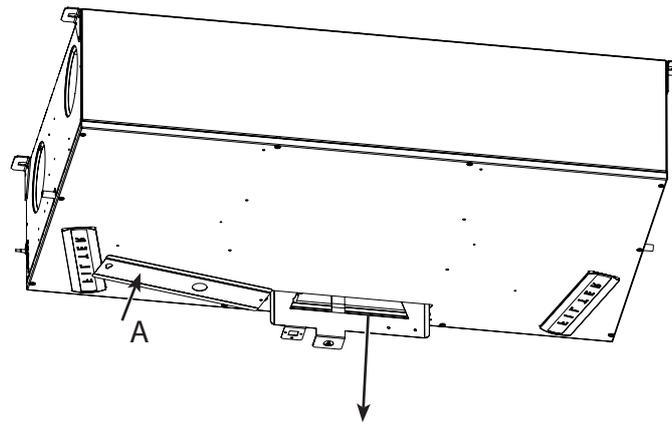

Fig. 22
Die integrierte Steuerung bietet zahlreiche Optionen für den Anschluss zusätzlicher externer Ausrüstungen. Um Zugang zur Steuerung zu erhalten, öffnen Sie bitte die Abdeckung der Platine (A) des Geräts, indem Sie sie wie in Abb. 22 gezeigt vollständig drehen.